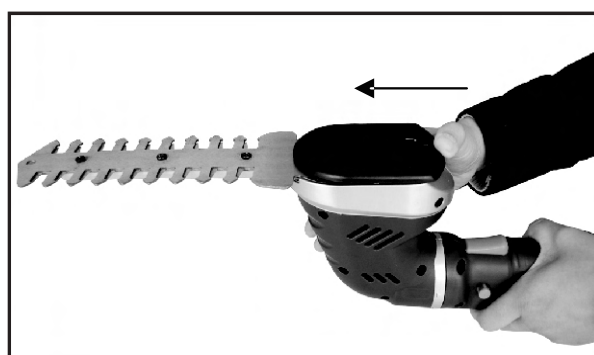

Fig. 24
Fixez le couvercle de la lame en le faisant coulisser vers la lame. (Fig. 24)
- Fixez la lame dans un étau et limez la surface exposée de coupe de chaque dent de la lame et veillant à conserver l'angle d'origine de la lame. (Fig. 24)